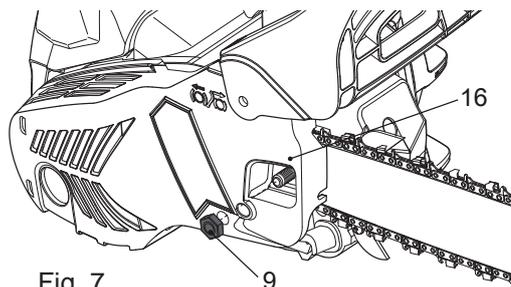

Fig. 7
- > Fixez le couvercle avec l'écrou de blocage [9] (Fig. 7).